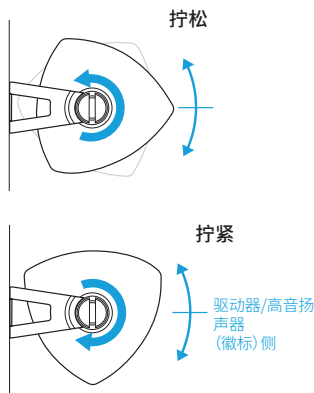

图 6
13. 安装扬声器后, 可以松开支架锁定旋钮以“瞄准”扬声器, 然后用手拧紧, 保持扬声器角度正确 (见图 6)。